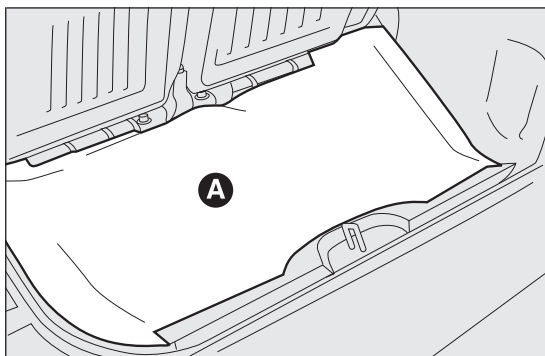

fig. 96
- ☐ levantar la alfombra del piso del maletero A fig. 96